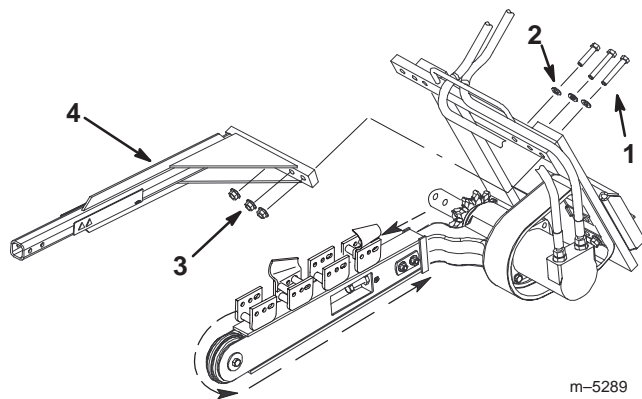

Figura 3
2. Usando los cierres retirados en el paso 1, instale la barra de seguridad de la zanjadora tal y como se muestra en la Figura 3.